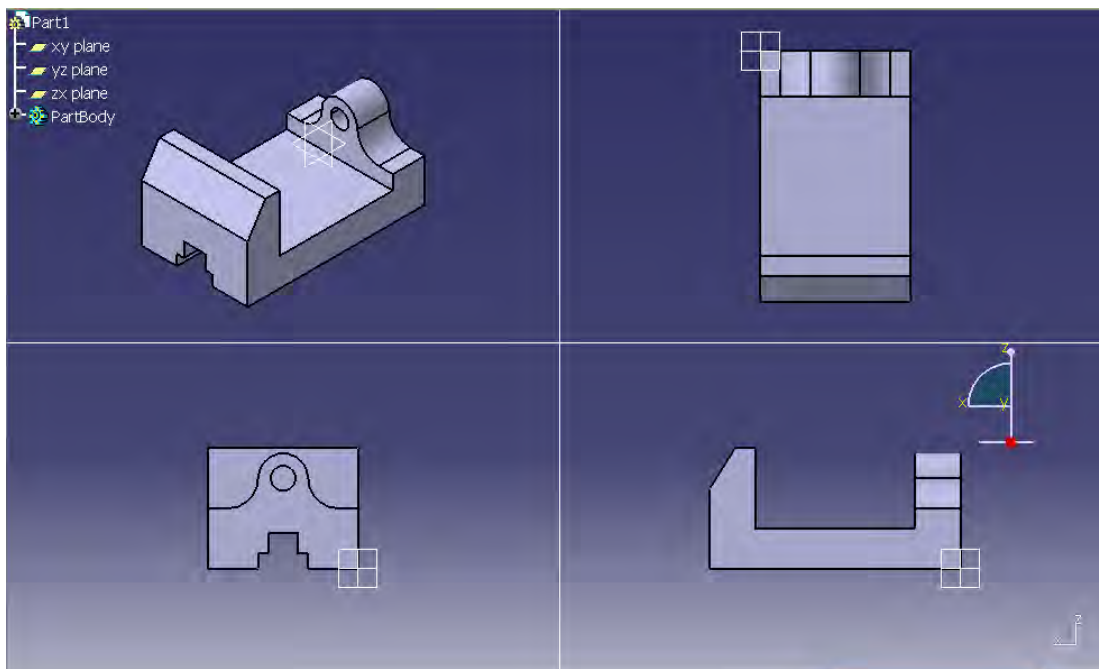

Figura 4.21: VISTAS
11.-Generando sus 4 vistas con la herramienta CREATE MULTI VIEW:(Ver figura 4.21)